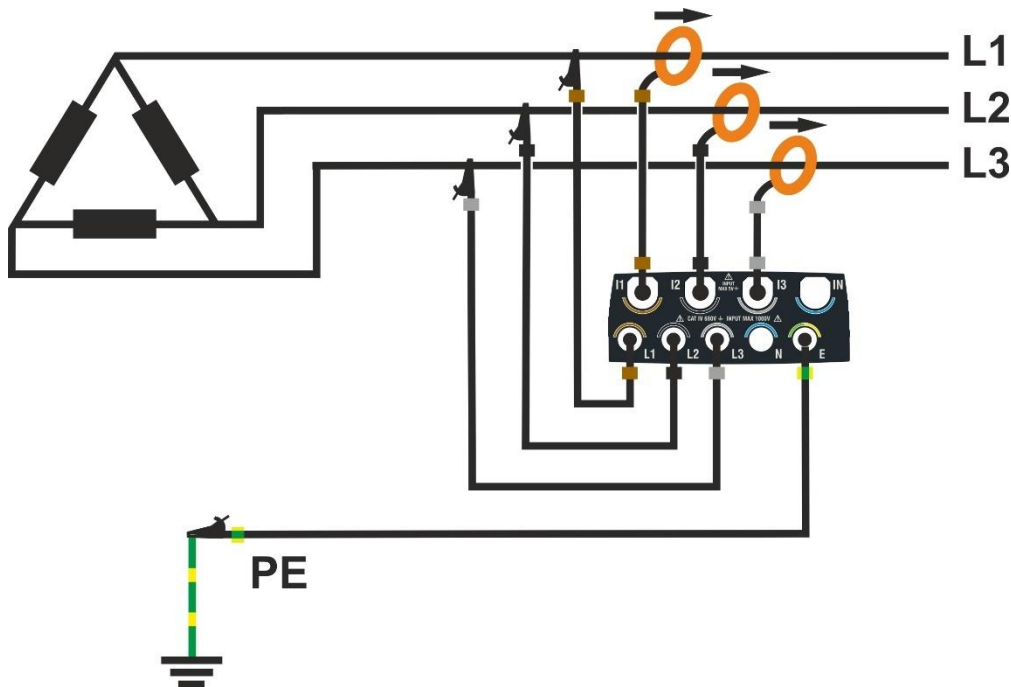

Abb. 66: Anschluss des Instrumentes in einem dreiphasigen 3-Leiter-System
2. Verbinden Sie die Spannungskabel mit den Leitern L1, L2, L3 und PE wie gezeigt in Abb. 66. **Überprüfen Sie auf dem Display die Anzeige „1-2-3“ in Bezug auf die korrekte zyklische Richtung der Phasen** (siehe § 5.1.1)